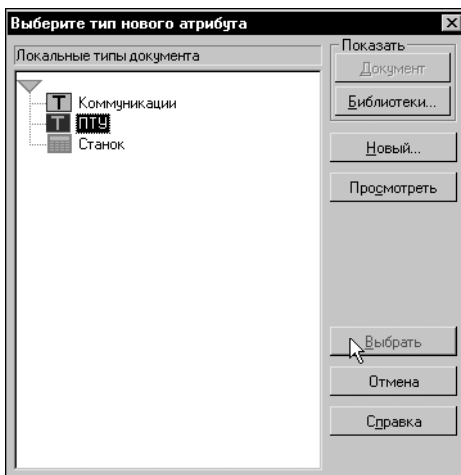

Рис. 46.14. Выбор типа атрибута
8. В списке **Локальные типы документа** выделите строку **ПТУ** и нажмите кнопку **Выбрать** (рис. 46.14).